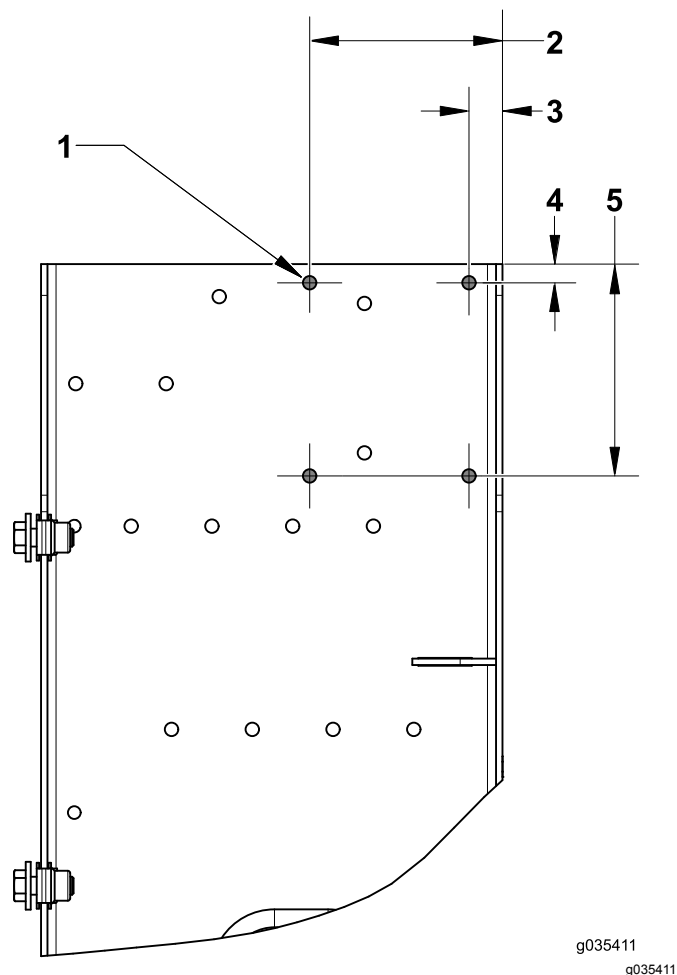

Figure 7
- Localisez et repérez les trous suivants de l'émetteur (Figure 7).